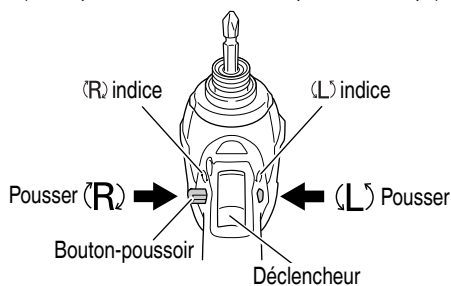

Fig. 10
- En appuyant sur le côté L du bouton-poussoir, la mèche tourne dans le sens anti-horaire. (Voir Fig. 10).